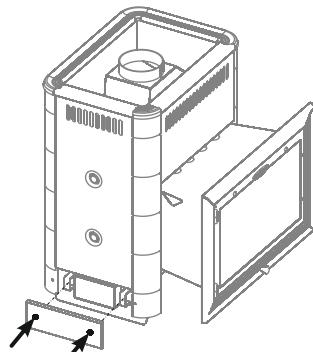

Рисунок 13. Установка заглушкы на другой стороне топки.
4. Закрепите заглушку к скобам имеющимися саморезами (см. рисунок 13)